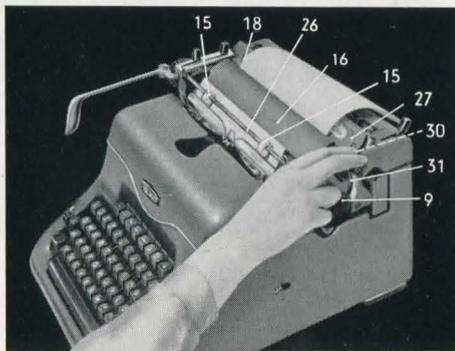

Abb. 8
Der Bogen wird hinter dem Papierableiter (16) eingeführt. Zieht man den Papiereinwerfer (31) nach vorn, so wird der Bogen blitzschnell eingezogen, zwangsläufig unter den Papierhalter (26) geführt und auf richtige Schreibhöhe gebracht. Etwa 10 Teilstriche innerhalb der seitlichen Bogenkanten setzt man links und rechts die Papierhalterrollen (15). Mit der gleichen Bewegung des Papiereinwerfers (31) wird der beschriebene Bogen ebenso rasch wieder ausgeworfen (Abb. 8).
Der Papierhalter (26) dient zum Ausrichten und Festhalten der eingeführten Bogen. Die am Papierhalter (26) angebrachten Papierhalterrollen (15) gestatten das Beschreiben des Bogens bis zum unteren Rand. Auch in diesem Falle ist auf die richtige Stellung der Papierhalterrollen (15), wie unter Punkt 4 beschrieben, zu achten (Abb. 8).